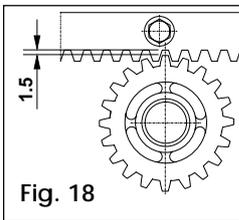

Fig. 18
- Una vez instalada la cremallera, para garantizar el engrane correcto con el piñón, es conveniente bajar el motorreductor alrededor de 1,5 mm con ayuda de las patas regulables (Fig. 18).